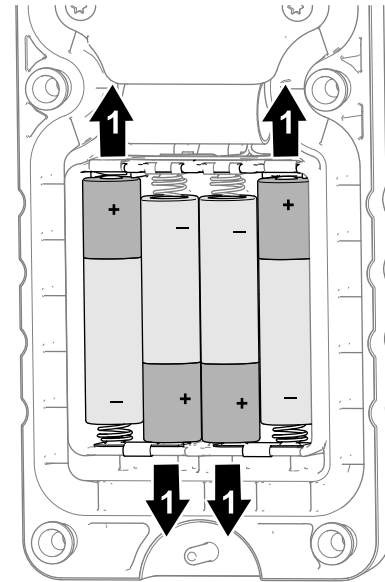

Figura 8
- Observando la polaridad de las baterías, como se muestra en la Figura 8, introduzca las baterías nuevas en los alojamientos.
Nota: Para evitar dañar los alojamientos al instalar las baterías, observe la polaridad correcta (Figura 8) marcada en relieve en el compartimento de las baterías. Si las baterías se instalan de forma incorrecta, la máquina no sufrirá daños, pero el control remoto no funcionará.